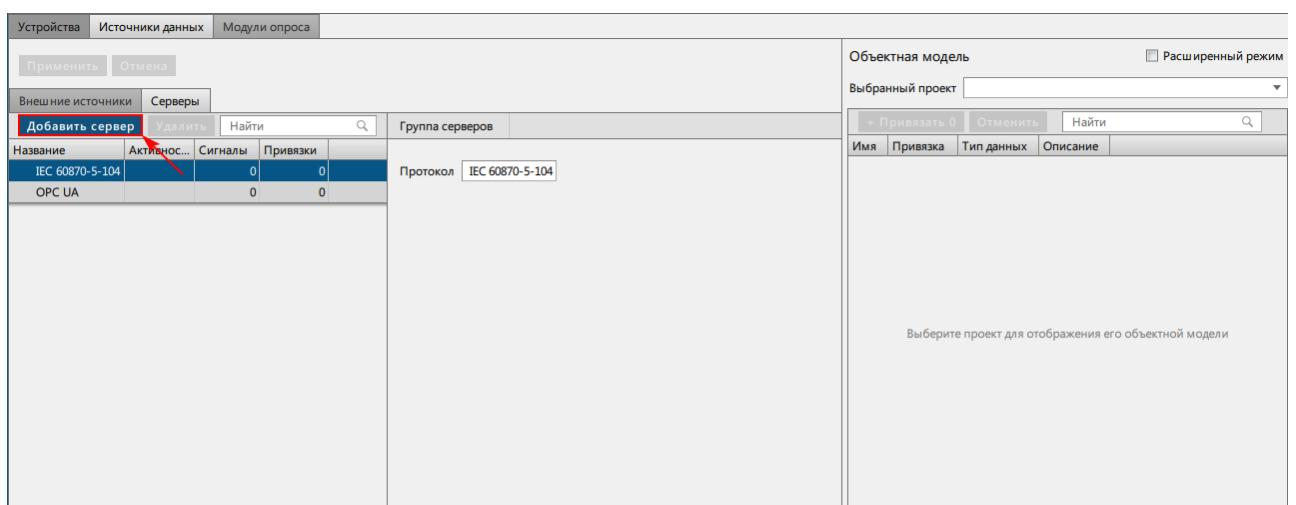

Рисунок 187 - Добавить сервер
- Выполните добавление источника: Источники данных → Серверы → IEC 60870-5-104 → Добавить сервер (Рисунок 187).